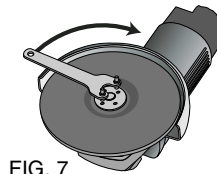

FIG. 7
5. Visser à fond la bride fileté à l'aide de la clé à ergot prévue à cet effet (Fig. 7).